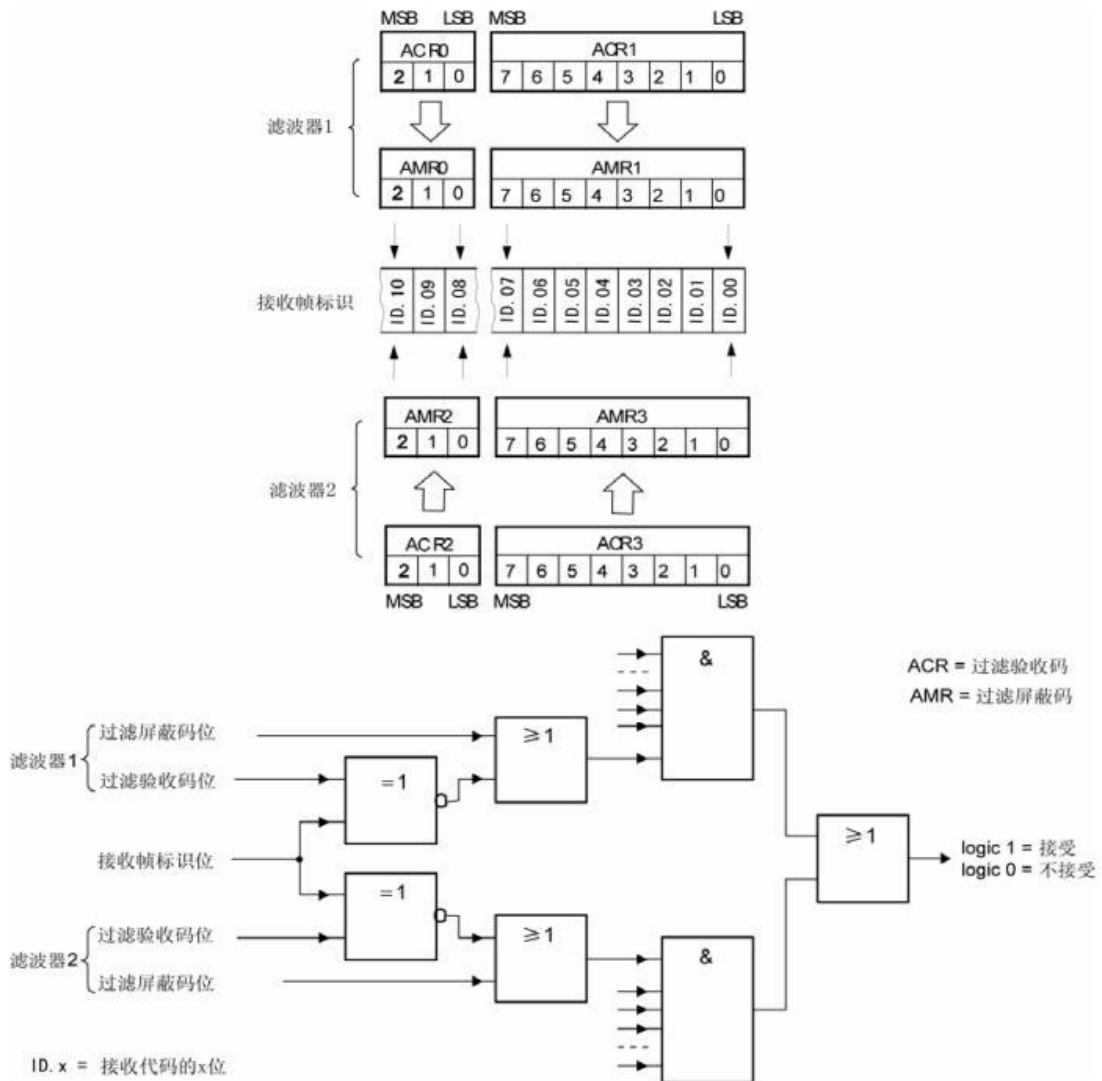

图 6.3 标准帧双滤波示意图
**标准帧：**对于标准帧，那么则相当于有两个单滤波情况下的滤波器对接收帧标识进行滤波。接收逻辑如图 6.3 所示。